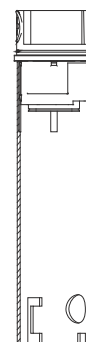

Abb. 7
- 2.12 Mit dem Montageschlüssel den Messeinsatz ins UPT führen (Abb. 7). Dabei auf Durchflussrichtung gemäß Pfeil im UPT und unten am Messeinsatz achten (O-Ring und 7 Löcher am Einlauf, RV im Auslauf).